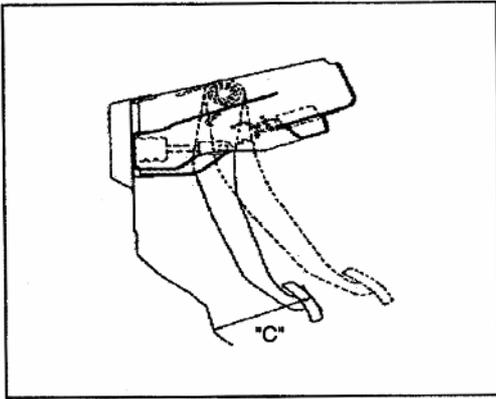

Рис. 613
- 3) Приложите усилие на педаль тормоза в 265 Нм и проверьте зазор "С" педали тормоза (Рис. 613).